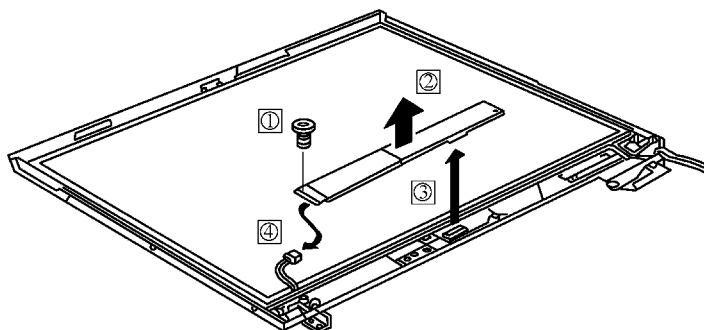

图 6-27 拆卸高压板示意图
笔记本电脑高压板的拆卸方法如图 6-27 所示，首先拧下螺钉“①”，再将高压